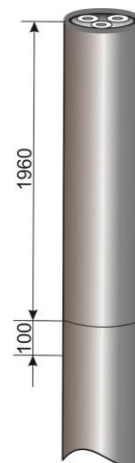

Рис.1
**1.** Распрямить конец кабеля на длине не менее 2050мм. На расстоянии 1960мм от конца кабеля выполнить кольцевой надрез на оболочке кабеля. Зачистить оболочку наждачной бумагой на длине не менее 100мм (Рис.1).